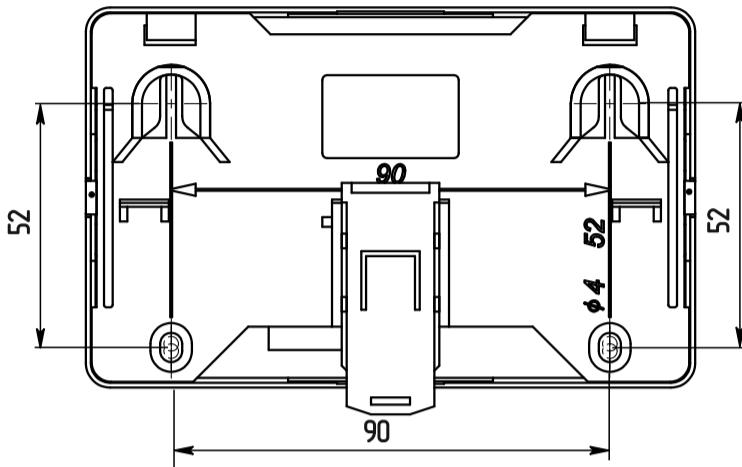

Рисунок 3
- б) при установке на стену (см. рисунок 3):